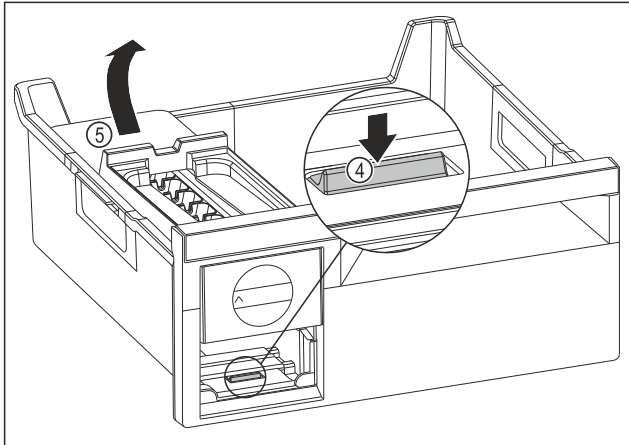

Fig. 42
- ▶ EasyTwist-Ice-Korpus entnehmen: Lasche Fig. 42 (4) mit Finger nach unten drücken und gleichzeitig mit der anderen Hand den EasyTwist-Ice-Korpus Fig. 42 (5) von hinten anheben.